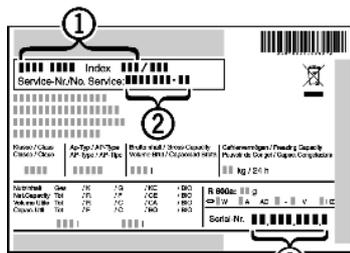

Fig. 38
- ▶ Noter la désignation de l'appareil *Fig. 38 (1)*, le n° service *Fig. 38 (2)* et le n° série *Fig. 38 (3)* figurant sur la plaquette signalétique. La plaquette signalétique se trouve à l'intérieur de l'appareil, à gauche.
- ▶ Informer le service après-vente et communiquer le dysfonctionnement, la désignation d'appareil *Fig. 38 (1)*, le n° service *Fig. 38 (2)* et le n° série *Fig. 38 (3)*.